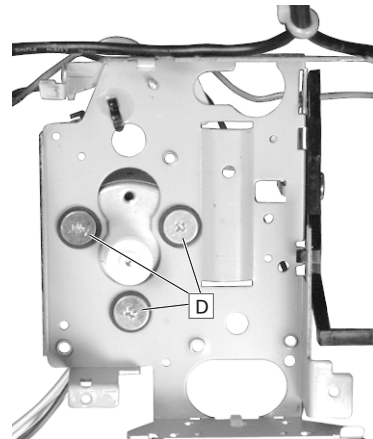

Fig. 21
- 3 Motorschrauben  (Fig. 21) herauserschrauben und Cassetten-Motor abnehmen.
- Undo 3 motor screws  (Fig. 21) and remove the Cassette Motor.